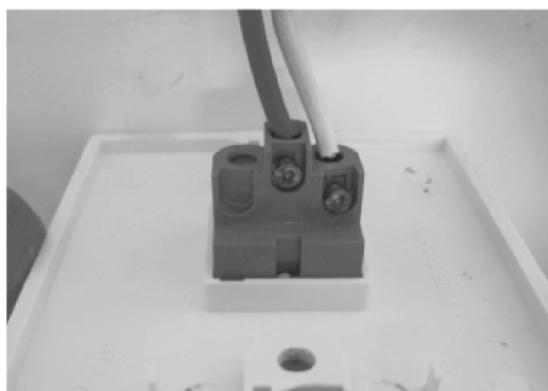
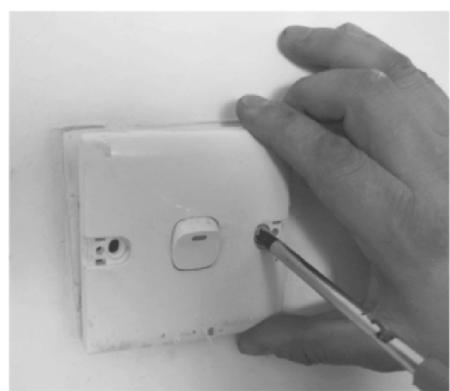

图 6-11 连接完成的单控开关
图 6-12 对单控开关进行固定
(6) 由于在布线时，预留出的接线端子长于开关连接的标准长度，因此需要使用偏口钳将多余的连接线剪断。
(7) 连接开关与电源供电端相线（红色）预留端子，即将电源供电端相线（红色）的预留端子穿入开关其中一根接线桩中。穿入后，选择合适的十字螺钉旋具将连接后的开关接线桩进行固定。
(8) 再将荧光灯连接端的相线（红色）预留端子与开关进行连接，将荧光灯连接端的相线（红色）预留端子穿入后，也要使用十字螺钉旋具将接线桩进行固定。
(9) 至此，开关的相线（红色）连接部分连接便已经完成，将已经连接好的中性线（白色）进行绝缘操作，即缠绕绝缘胶带，如图 6-11 所示。
(10) 为了在以后的使用过程中方便对开关进行维修及更换，通常会预留比较长的连接端子。因此，在开关线路连接后，要将连接线盘绕在接线盒中。
(11) 将开关底板的固定点摆放位置与接线盒两侧的固定点相对应放置开关，然后选择合适的固定螺钉将开关底板进行固定，如图 6-12 所示。